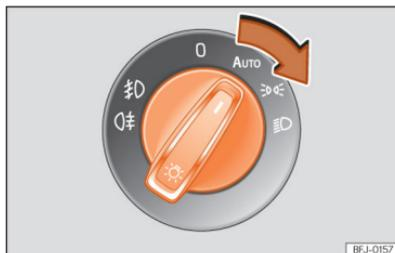

Fig. 79 Painel de instrumentos: comando das luzes.
• Ligue a ignição e rode o comando das luzes para a posição desejada »» **Fig. 79.**